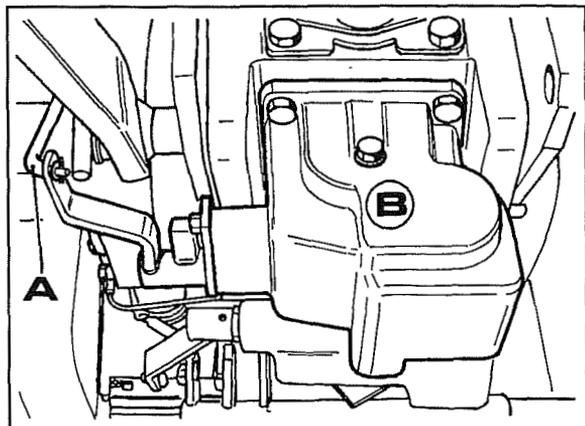

Fig. 1
3. Débrancher la tringlerie **A** fig. 1 de commande de la prise de force, puis enlever le groupe prise de force ventrale **B** fig. 1.